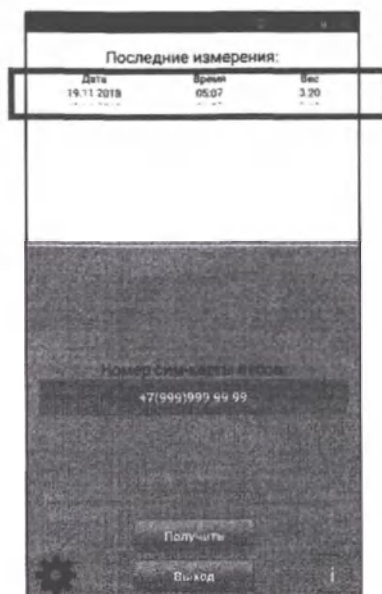

Рисунок 13. – Форма отправки данных.
7. Проконтролировать получение принимающем устройством результатов измерений (рисунок 13).